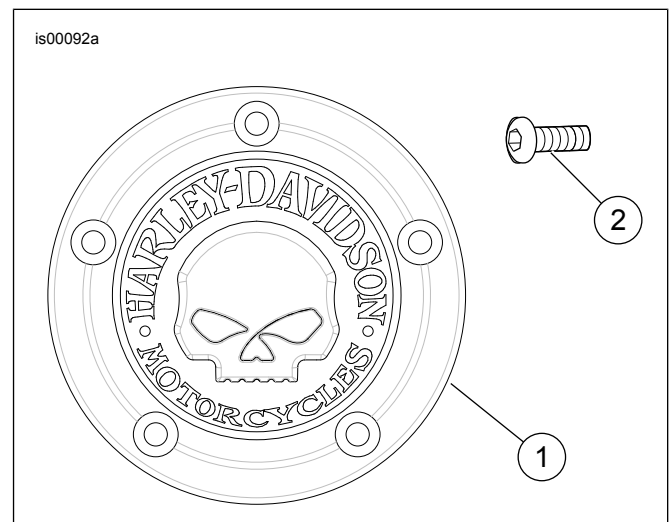

Figura 1. Piezas de servicio: Kit de cubierta para cronómetro
Consulte Figura 1 y Tabla 1.
1. Consulte la Figura 1. Extraiga y deseche los cinco tornillos que aseguran la cubierta original para cronómetro.
3. Coloque la nueva cubierta para cronómetro (1) en su posición y asegúrela con los tornillos TORX® (2). Ajuste.